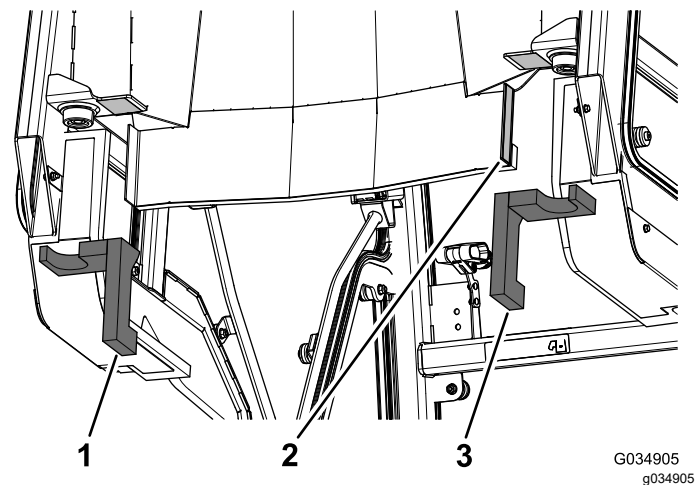

図 16
1. キャブユニットの後部の両面テープから裏紙をはがす図 16。
2. キャブユニットに左後部用と右後部用シールを取り付ける図 16。